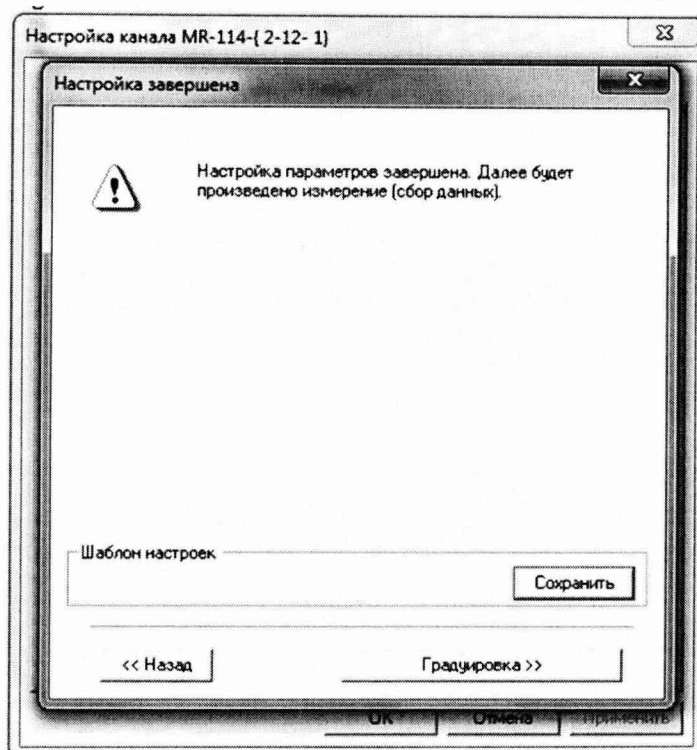

Рисунок 19 Вид диалогового окна «Настройка завершена» при проведении градуировки
- из диалогового окна "Настройка завершена" (рисунок 19), нажав кнопку "Градуировка", выйти в диалоговое окно "Измерение" (рисунок 12);